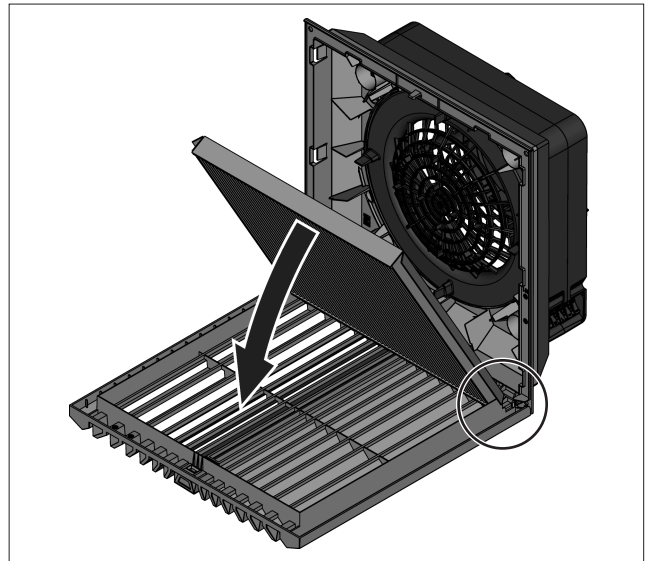

Abb. 11: Faltenfilter IP54 einbauen
- Legen Sie den Faltenfilter in das Lamellengitter ein. Der Schriftzug „Top“ kennzeichnet die Einlegerichtung (siehe Abb. 11).